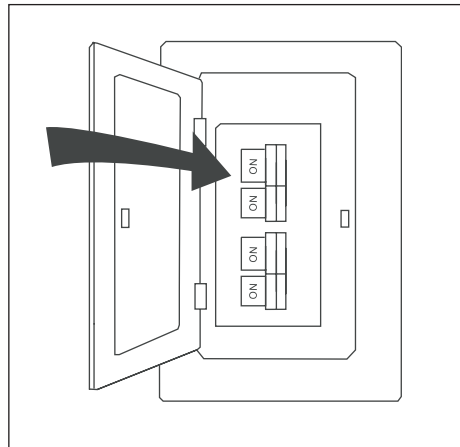

Figure 5.11
- Alimentez l'appareil à partir du panneau de disjoncteurs et à l'aide de l'interrupteur mural qui alimente les fils du ventilateur (Figure 5.11). L'assemblage est terminé.